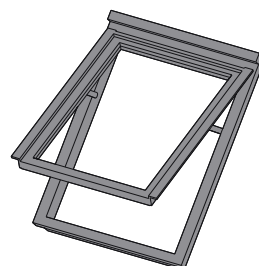

**fig. 11.31**
■ La **fenêtre coulissante** (fig. 11.31) : fenêtre équipée d'un ou deux ouvrants se déplaçant par translation horizontale. En position ouverte, seule la moitié de la baie est dégagée. En maison individuelle, les portes-fenêtres coulissantes sont plus fréquemment utilisées que les fenêtres coulissantes.